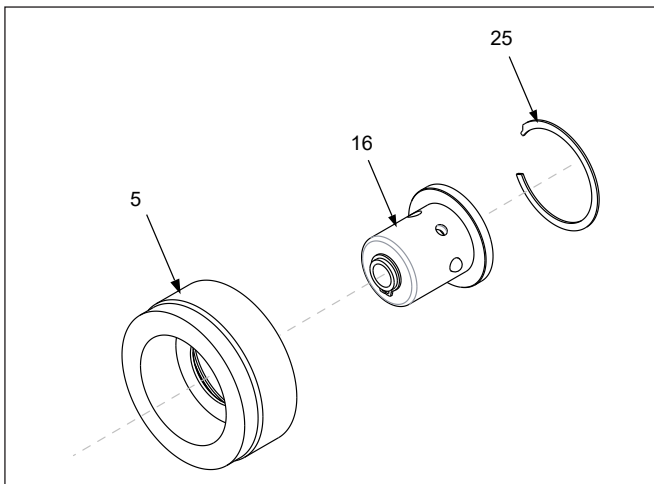

図24: プッシュボタンリテーナーアセンブリ展開図
7.3.5 四角ドライブシャフトプッシュボタンリテーナーアセンブリの分解と再組み立て(図24)